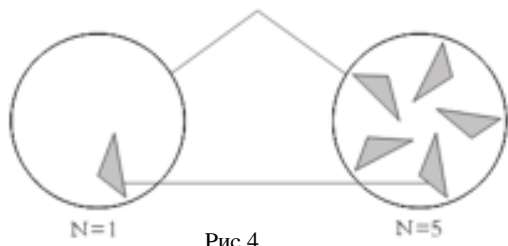

Рис.4
3. Настраивайте частоту вспышек стробоскопов. При приближении настраиваемой частоты к значению скорости вращения, будет возможно наблюдать визуальное сокращение скорости мерцания метки. Метка будет как бы останавливаться в N местах (см. Рис.4). Когда визуально метка остановится, т.е. $N=1$ (см. Рис.4), значение на дисплее будет равно скорости вращения объекта. Можно не добиваться визуального эффекта остановки метки в одной точке, а просто разделить настроенное на устройстве значение на N (количество визуальных остановок метки).